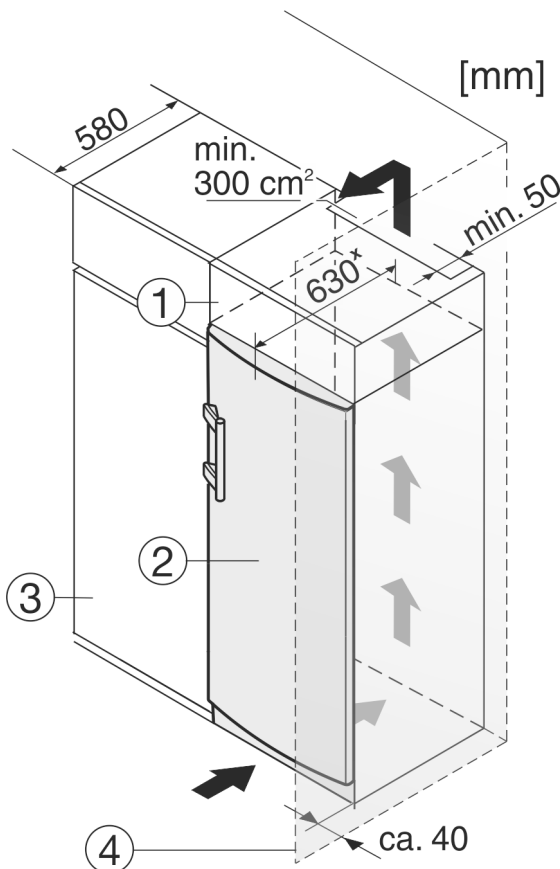

Fig. 12
Het apparaat kan in keukenkasten worden ingebouwd. Om het apparaat Fig. 12 (2) aan de hoogte van het keukenblok aan te passen, kan boven het apparaat een opzetkast Fig. 12 (1) worden aangebracht.
Bij een ombouw met keukenkasten (diepte max. 580 mm) kan het apparaat direct naast de keukenkast Fig. 12 (3) worden opgesteld. Het apparaat steekt er zijdelings 34 mm x en in het apparaatmidden 50 mm x ten opzichte van de keukenkastfront uit.
Als het apparaat met de scharnieren naast een wand Fig. 12 (4) wordt geplaatst, moet de afstand tussen het apparaat en de wand minimaal 40 mm bedragen. Dit komt overeen met de uitsteekmaat van de handgreep bij geopende deur.